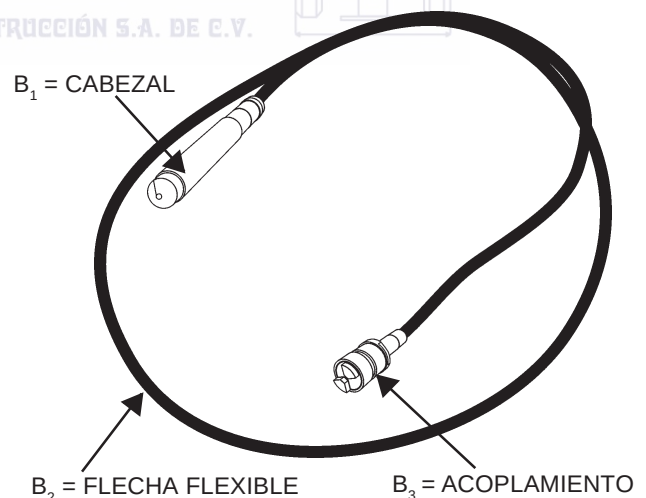

FIGURA 14. CONJUNTO VIBRADOR
b) Conjunto flexible (figura 14)
b) Los conjuntos flexibles CIPSA AA están formados de tres partes principales: (figura 14)